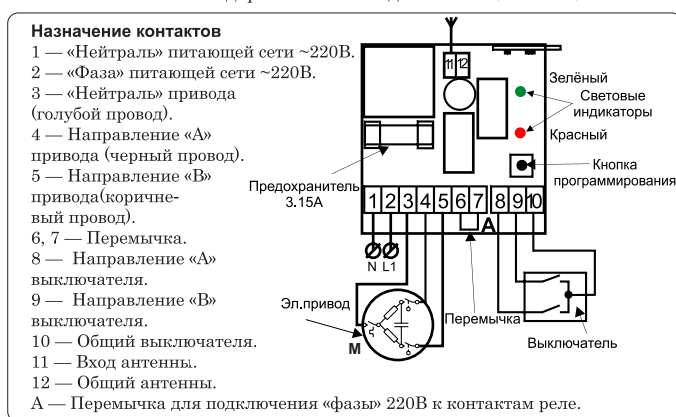

Рисунок 3.
- Ознакомиться со стандартной схемой подключения (см. Рис.3).
● Нажать кнопку программирования (см. Рис.3). В отсутствие подаваемых команд с выключателя или мини-пульта.